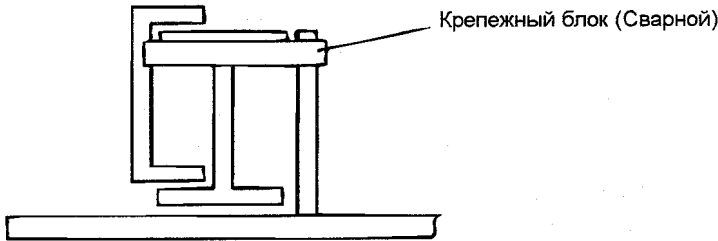

Рис. 3. Фиксация мачты
- 3. Приварите к нижней части мачты и каретки крепежную балку для исключения возможности их перемещения; если имеются отверстия, пропустите болт через мачту и каретку и закрепите его гайкой - см. Рис. 3.